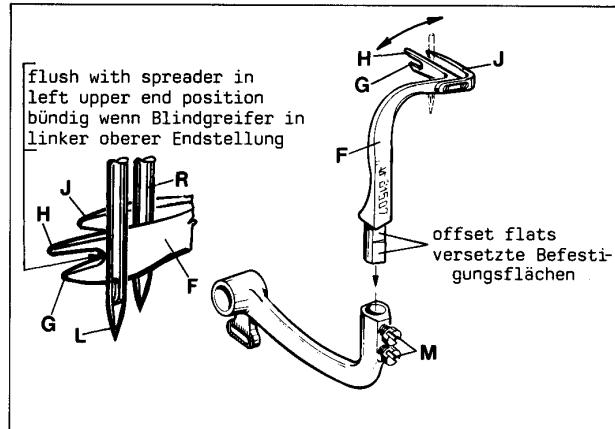
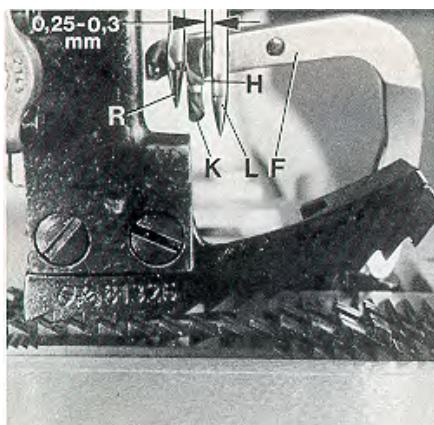
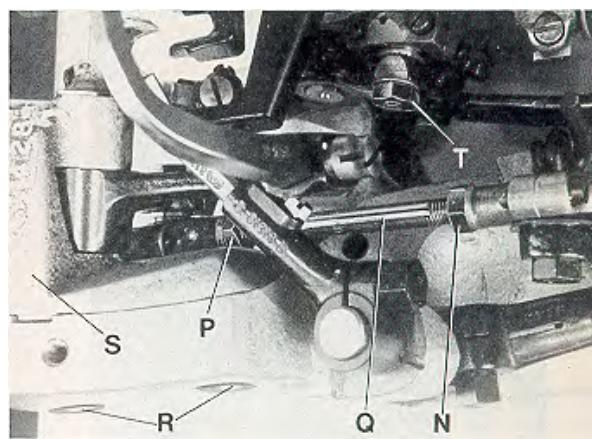

Fig.6
Fig.7
Fig.8
Before inserting a new spreader (F, Fig. 6) remove thread hook (J). This facilitates the visual check of the adjustment.
For adjustment of spreader (F, Figs. 6 and 7) with respect to the needles (L and R), the shank of spreader (F) has two offset flats.
First snug one screw (M, Fig. 6) on the flat of the spreader shank which obtains the following position of the spreader:
When rotating the handwheel in operating direction spreader (F, Fig. 7) should pass with the tip of its upper prong (H) in a distance of 0.25 to 0.3 mm (.010 to .012") behind the left needle (L) and its face (K) should not contact the front of the right needle (R). Now tighten the second screw (M, Fig. 6).
**HINT:** In case the adjusting possibility of the spreader by means of the two offset flats on the spreader shank is not sufficient, additionally the complete spreader shaft bearing (S, Fig. 8) can be moved slightly up or down when loosening screws (R). Retighten screws.
In the extreme left upper end position of spreader (F, Fig. 6), the bottom of the cutout between the two looper prongs (G and H) should be flush with the left side of the left needle (L).
If an adjustment is necessary, loosen nuts (N and P, Fig. 8) and turn connecting rod (Q) forward or backward as required to obtain the required position.
**NOTE:** The left nut (P) has a left hand thread.
Remount thread hook (J, Fig. 6) on spreader (F).
After this setting recheck the position of the spreader to the left needle, as described above. Reset with connecting rod (Q, Fig. 8) if required and tighten nuts (N and P).
Bevor Sie einen neuen Blindgreifer (F, Fig. 6) einsetzen, entfernen Sie den Fadenhaken (J). Dies erleichtert die visuelle Prüfung der Einstellung.
Zum Einstellen des Blindgreifers (F, Fig. 6 und 7) in Bezug zu den Nadeln (L und R) hat der Schafft des Blindgreifers (F) zwei versetzte Befestigungsflächen.
Legen Sie zuerst eine Schraube (M, Fig. 6) auf der Fläche des Blindgreifers an, mit der Sie folgende Stellung des Blindgreifers erhalten:
Beim Drehen des Handrades in Nährichtung muß der Blindgreifer (F, Fig. 7) mit der Spitze seines oberen Zinkens (H) in einem Abstand von 0,25 bis 0,3 mm hinter der linken Nadel (L) vorbeigehen und darf mit seiner Stirnfläche (K) die Vorderseite der rechten Nadel (R) nicht berühren. Ziehen Sie nun die zweite Schraube (M, Fig. 6) an.
**HINWEIS:** Sollte die Einstellmöglichkeit des Blindgreifers mit Hilfe der beiden versetzten Befestigungsflächen am Greiferschaft nicht ausreichen, kann nach Lösen der beiden Schrauben (R, Fig. 8) zusätzlich das ganze Greiferachslager (S) etwas nach oben oder unten verschoben werden. Ziehen Sie die beiden Schrauben wieder an.
In der äußerst linken oberen Endstellung des Blindgreifers (F, Fig. 6) soll die tiefste Stelle des Einschnittes zwischen den beiden Greiferzinken (G und H) mit der linken Seite der linken Nadel (L) bündig sein.
Wenn eine Einstellung notwendig ist, lösen Sie die Muttern (N und P, Fig. 8) und drehen die Verbindungsstange (Q) vor oder zurück bis die erforderliche Stellung erreicht ist.
**BEACHTEN SIE:** Die linke Mutter (P) hat ein Linksgewinde. Legen Sie vorerst beide Muttern (N und P) von Hand leicht an.
Montieren Sie den Fadenhaken (J, Fig. 6) wieder an den Blindgreifer (F).
Prüfen Sie nach dieser Einstellung nochmals die Stellung des Blindgreifers zur linken Nadel, wie oben beschrieben. Stellen Sie bei Bedarf mit der Verbindungsstange (Q, Fig. 8) nach und ziehen Sie die Muttern (N und P) an.
If an adjustment is required, loosen nut (T, Fig. 8) on the double joint and swing the lower looper lever with lower looper accordingly to the right or left. Retighten nut (T).
Ist eine Einstellung notwendig, lösen Sie die Mutter (T, Fig. 8) am Doppelgelenk und schwenken Sie den Untergreiferhebel mit dem Untergreifer entsprechend nach rechts oder links. Ziehen Sie die Mutter (T) wieder an.